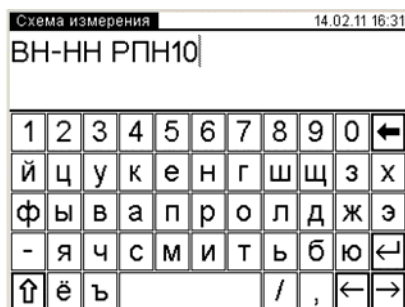

Рисунок 6.78
12) Ввести данные по схеме измерения (по проверяемым парам обмоток, способу по положению регулятора), для чего в окне "Измерение КТ. Измерение" (рисунок 6.77) нажать кнопку  и в появившемся окне (рисунок 6.78) ввести необходимые сведения о схеме измерений в поле для ввода, нажимая соответствующие кнопки с цифрами и буквами. При необходимости воспользоваться кнопкой  – удаление символа перед курсором. Для возврата в окно "Измерение КТ. Измерение" (рисунок 6.77) нажать кнопку  (рисунок 6.78).